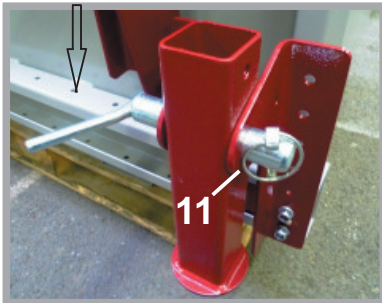

Abb. 5
- Abstützung (8) in die Unterlenkeraufnahme stecken und mit Federstecker (11) sichern (siehe Abb. 5)